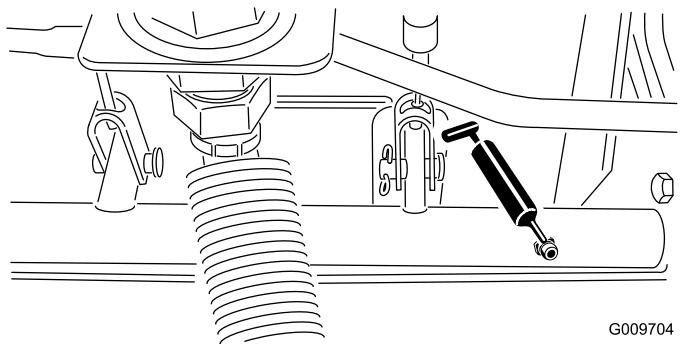

Figura 64
- Cuscinetti orientabili (5) dell'albero del freno (Figura 64)